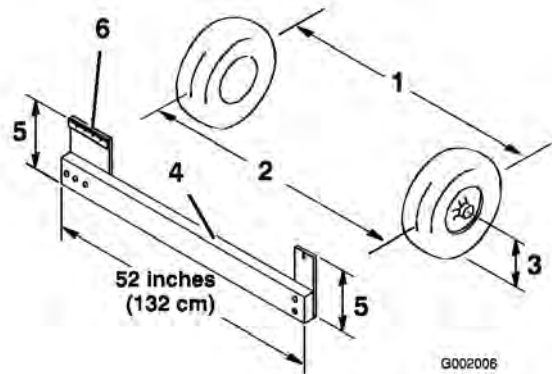

Figura 57
- Mida la distancia entre los neumáticos delanteros a la altura del eje, en la parte delantera y trasera de las ruedas (Figura 57). Es necesario utilizar una plantilla para medir la distancia entre la parte trasera de las ruedas delanteras a la altura del eje. Utilice la misma plantilla para medir con precisión la parte delantera de las ruedas delanteras a la altura del eje (Figura 57).